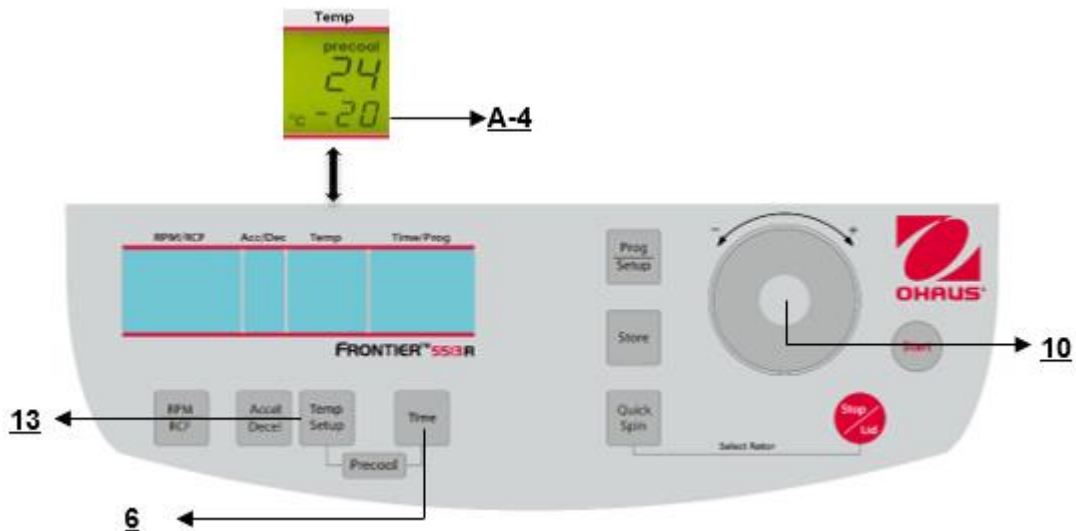

Figura 17
3. La operación continua "**cont**", que puede interrumpirse con el botón "**Stop/Lid**" (9) (vea la Figura 17).
Si las muestras son sensibles a la temperatura, es útil preenfriar la centrifuga, el rotor y eventualmente los portatubos a la temperatura de trabajo requerida. Por lo tanto, inserte el rotor deseado y preajuste la temperatura respectiva. Al presionar en forma simultánea los botones "**Temp/Setup**" (13) (vea la Figura 17) y "**Time**" (6), inicia la operación. Durante la operación, la unidad selecciona automáticamente una velocidad rotacional que es equivalente al 20% de la velocidad rotacional permitida del rotor respectivo. Después de que se alcanza la temperatura predeterminada, puede salir de la operación de preenfriamiento con el botón "**Stop**" (10).